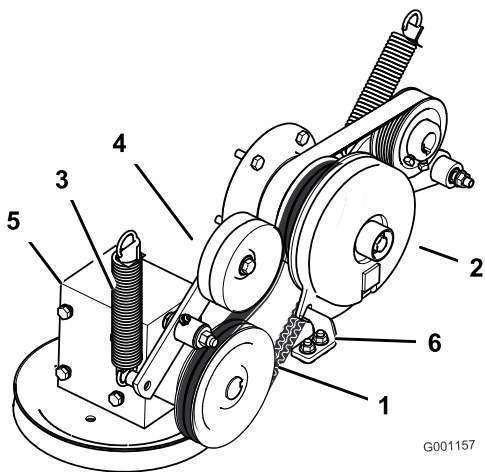

Figure 54
- Décrochez le ressort du bras de la poulie de tension (Figure 54).
- Montez la nouvelle courroie d'entraînement de PDF autour de la poulie d'embrayage et de la poulie du boîtier d'engrenages (Figure 54).
- Raccrochez le ressort au bras de la poulie de tension (Figure 54).